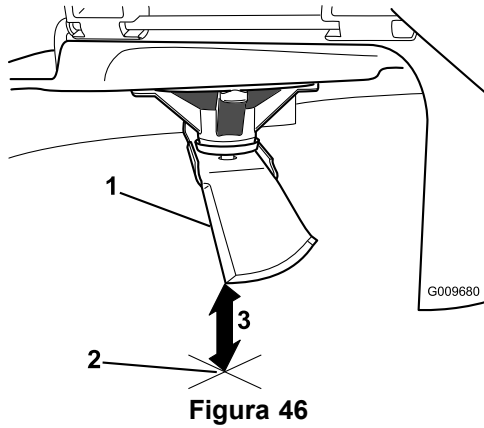

Figura 46
- Mida desde la punta de la cuchilla hasta la superficie plana (Figura 46).